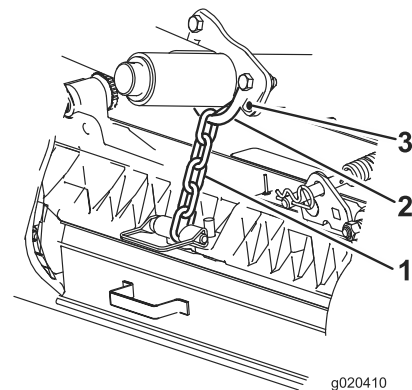

Figura 17
A localização a que a corrente do braço de elevação está colocada determina o ângulo de inclinação do rolo traseiro (Figura 17).
+ Indica que o suporte em U, no braço de elevação, está posicionado no furo inferior (Figura 17).
**Nota:** Alterar o suporte em U (Figura 17), no braço de elevação, para o furo inferior vai adicionar 2.3 graus ao ângulo de inclinação do rolo traseiro.